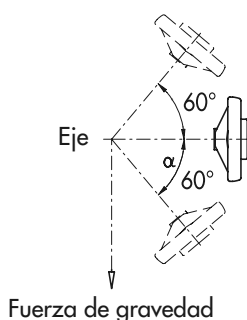

Fig.3
- 5.1** El indicador gravitacional es muy preciso si se utiliza con ejes horizontales. De todas maneras, puede ser montado sobre volantes para el control de ejes inclinados hasta 60° , pero la precisión disminuye al aumentar el ángulo α° (fig. 3).